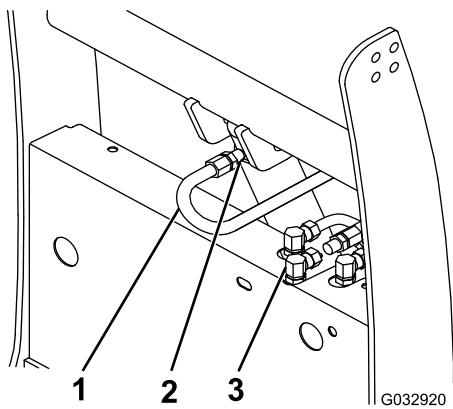

Figure 9
- Retirez l'obturateur du raccord supérieur sur le vérin de levage (Figure 9).
8. À l'aide de frein-filet, branchez une extrémité du flexible de 39 cm au raccord supérieur sur le vérin de levage (Figure 9). Serrez le raccord à la main, puis serrez-le encore de 2 à 3 tours.
9. En formant un « S » avec le flexible, branchez l'extrémité libre du flexible au raccord arrière du collecteur hydraulique (Figure 9). Serrez le raccord à la main, puis serrez-le encore de 2 à 3 tours.